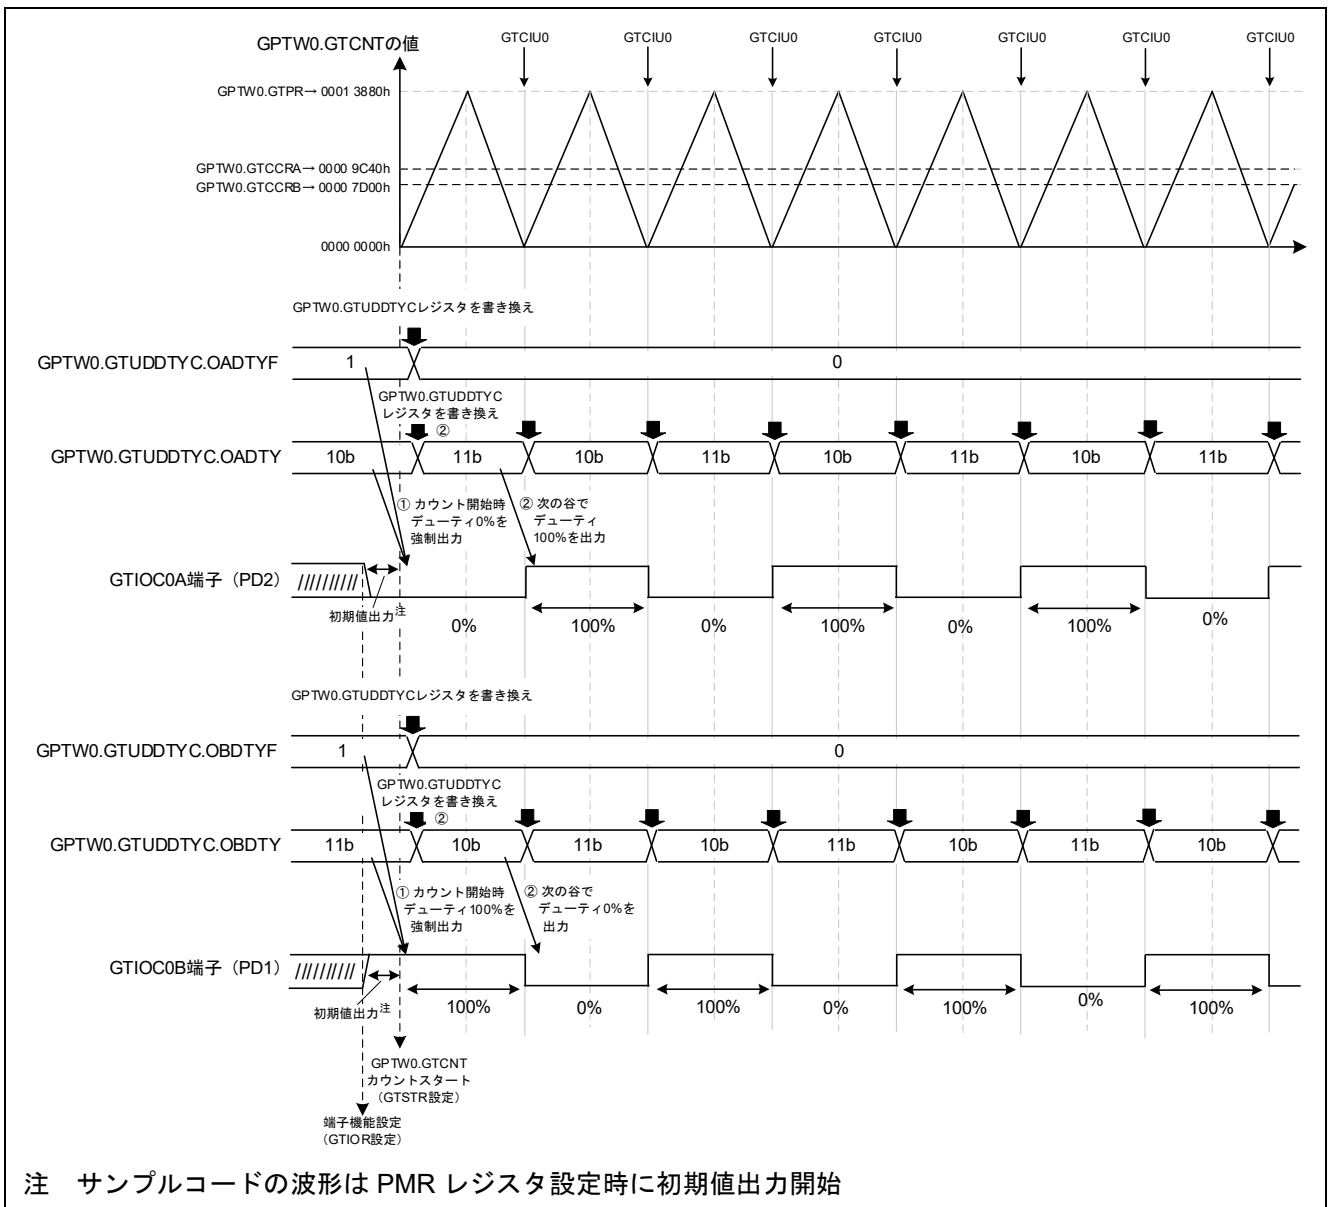

図 4-122 サンプルコードの動作
- デューティの変更タイミングの詳細は図 4-122 を参照
本サンプルコードの動作を図 4-122 に示します。GTCNT カウンタのアンダフロー割り込み (GTCIU0) で GTUDDTY レジスタの値を書き換えることで、デューティ 0%とデューティ 100%を切り替えます。
- カウント開始直後にデューティ 0%を出力 (図 4-122 ①)
- 2 周期目にデューティ 100%を出力 (図 4-122 ②)